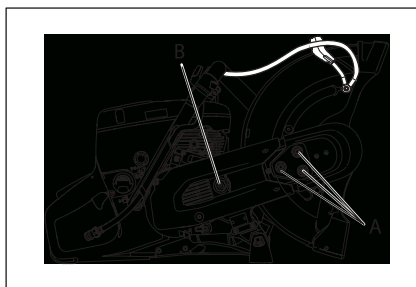

Рис. 5
1. Ослабьте три гайки (А), удерживающие верхний кожух ремня. Поверните натяжитель ремня (В) в положение «0», чтобы ослабить натяжение (рис. 5).